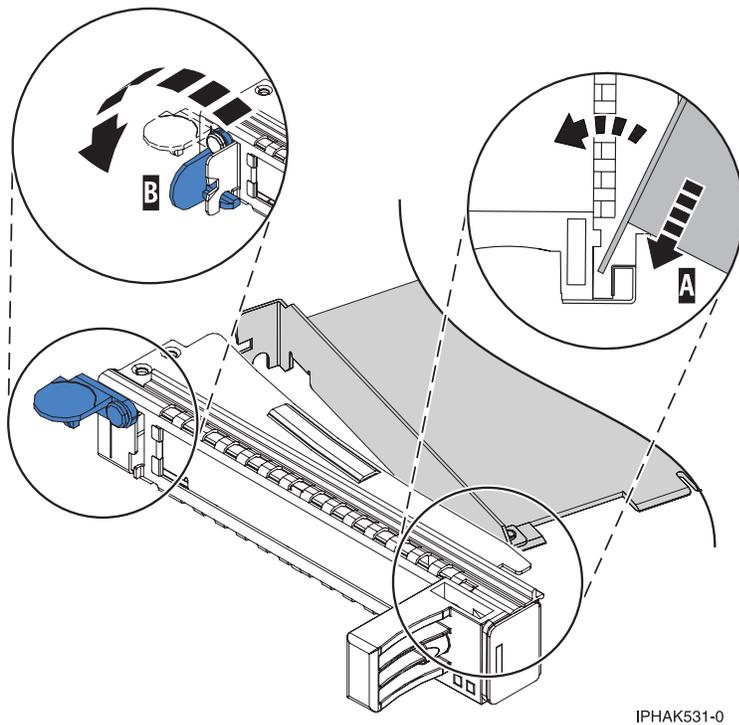

Figura 31. Adaptador removido do cassete de largura única do adaptador PCI
- a. Com o grampo do suporte sobre trilhos na posição aberta, insira firmemente o adaptador no canal de retenção do suporte sobre trilhos (A). Consulte Figura 31 na página 39.
c. Feche o grampo do suporte sobre trilhos (B). Consulte Figura 31.